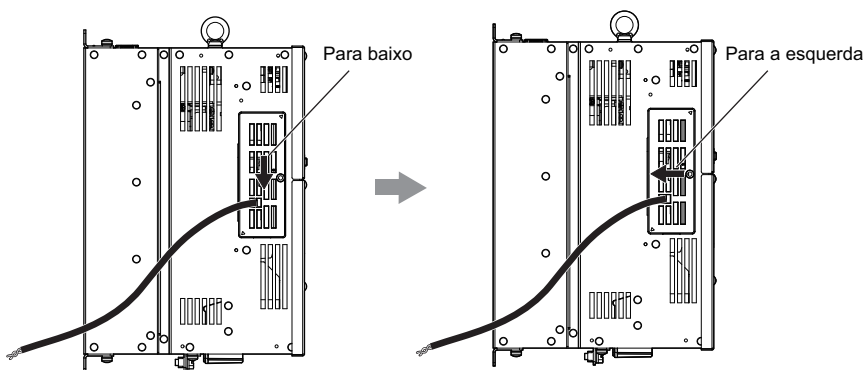

Figura 4.39 Deslizando a Tampa do Conector CN19 no Lugar
6. Deslize a tampa do conector CN19 de volta no lugar, como mostrado na Figura 4.39.